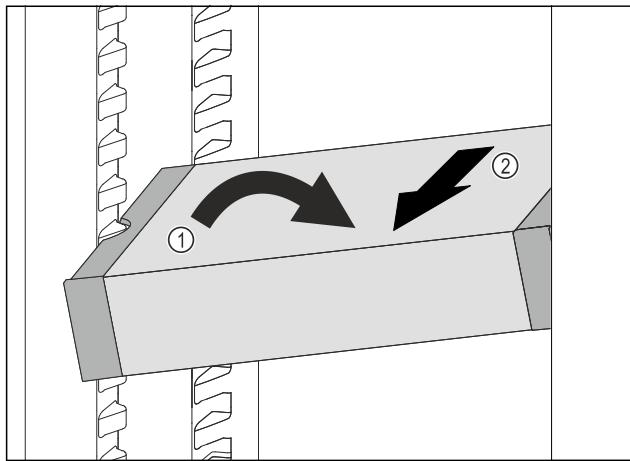

Fig. 111
- 在冷藏区中倾斜 VarioSafe。 Fig. 111 (1)
- 向前取出 VarioSafe。 Fig. 111 (2)